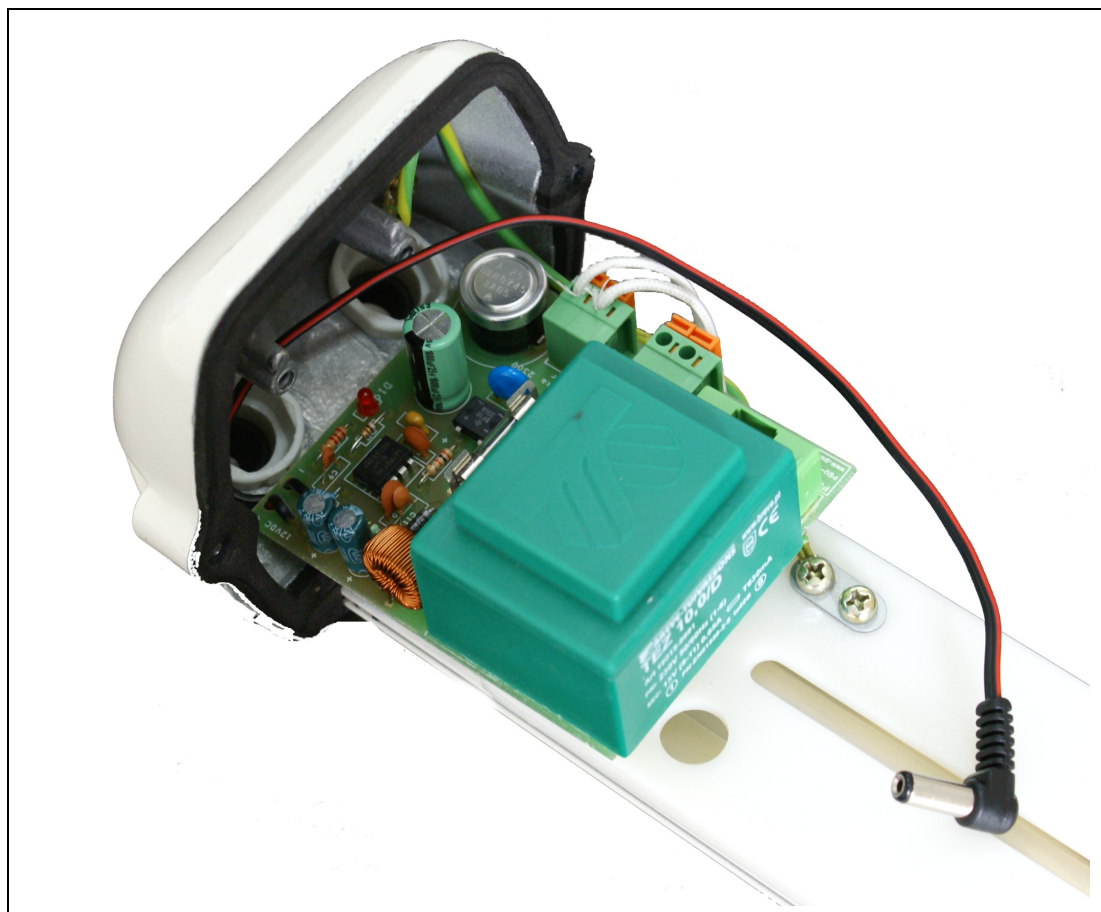

Fig.2.
2. Install the power supply by screwing it with original cheese head screws (bolts) through **A-A** openings. (FIG.2)
2. Zamontujte napáječ přišroubováním originálních šroubů do otvorů **A-A**. (FIG.2)
2. Montez l'alimentation en la vissant avec les vis fournies dans les orifices **A-A. (Fig.2)**